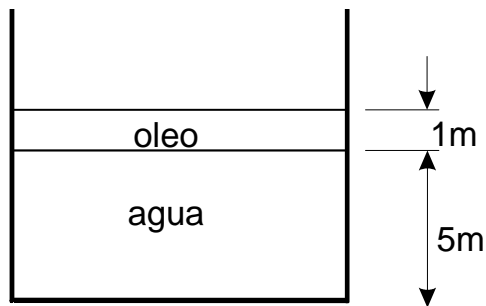
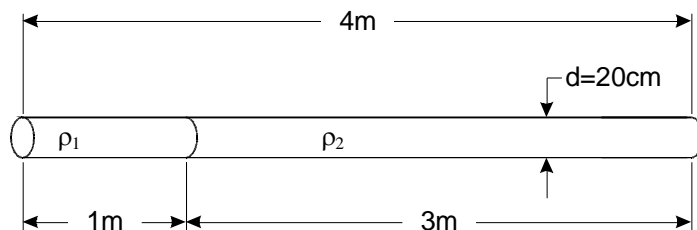

Fig. 8: Reservatório com água e óleo
Fig. 9: Cilindro maciço de dois materiais
12. (10P) O cilindro feito de dois materiais (Fig. 9,  $\rho_1 = 2,9 \cdot \rho_{\text{água}}$  e  $\rho_2 = 0,2 \cdot \rho_{\text{água}}$ ) é colocado no reservatório da Fig. 8 com estratificação discreta de dois fluidos ( $\rho_{\text{água}} = 1000 \text{ kg/m}^3$  e  $\rho_{\text{óleo}} = 900 \text{ kg/m}^3$ ).